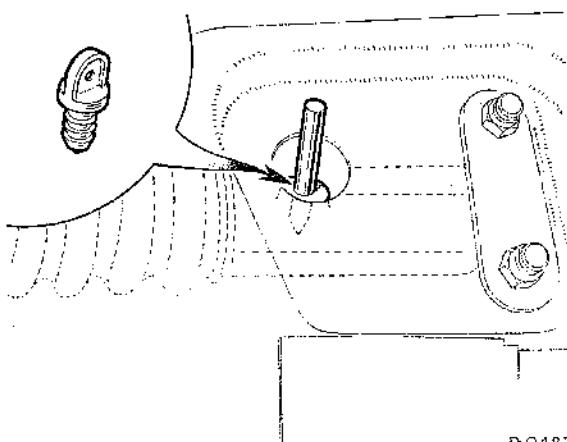

Fig. J.1
- (23) Modelos Mk.II. Sacar el tapón de plástico de la caja de la cremallera e introducir un pasador posicionador (por ejemplo, un perno de 6×50 mm ($1/4 \times 2"$)) dentro del orificio. Centralizar la cremallera hasta que el pasador se encaje en el eje de la cremallera bloqueando el conjunto en posición (ver Fig. J.1).